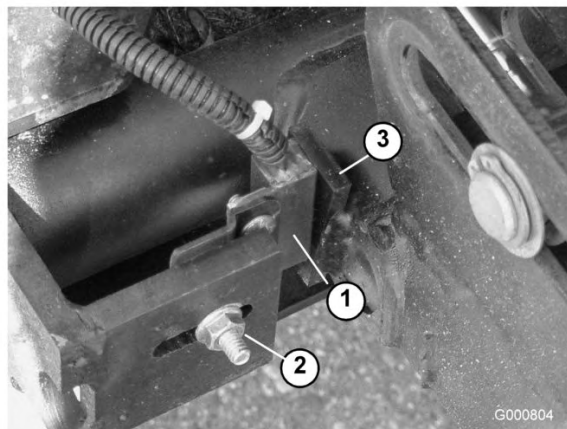

Figure 88
- Desserrez l'écrou du boulon de carrossier qui fixe le support du commutateur de bras de levage au bras N° 4, 6 ou 7 (Figure 88). N° 4 représenté sur la figure.